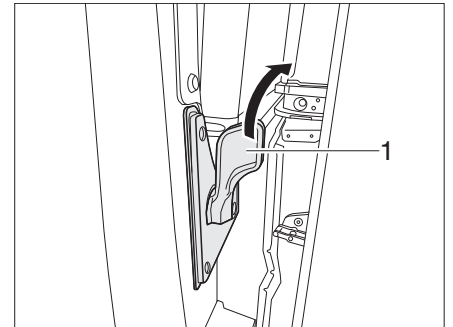

Figure 17 Porte coulissante, électrique - verrou intérieur
- Pousser le verrou (Figure 17,1) vers la droite. La porte coulissante électrique s'ouvre jusqu'à la butée.
- Pousser le verrou (Figure 17,1) vers la droite. La porte coulissante électrique se ferme et rentre dans la serrure de porte.